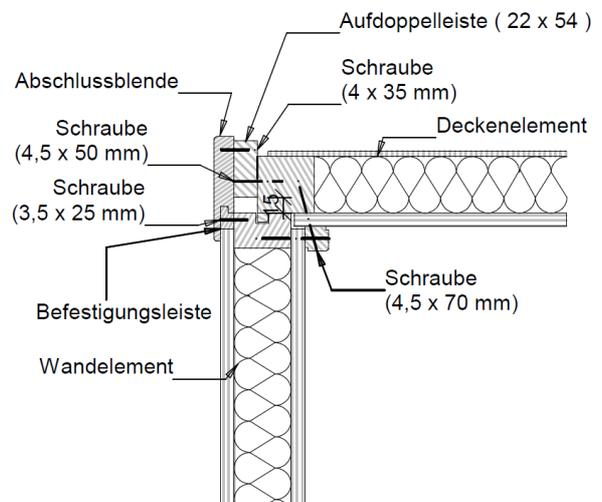

Abbildung 27
2. Aufdoppelleisten mit 15 mm Abstand zur Oberkante des Wandteils an Decke schrauben anbringen (4,5 x 50 mm) (Abbildung 27).
6. Blende von hinten mit Aufdoppelleiste verschrauben (4 x 35 mm) (Abbildung 27).